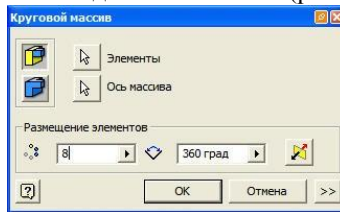

Рисунок 4.6 – Диалоговое окно **Круговой массив**
- Выберите из инструментальной палитры команду  **Круговой массив**, при этом появится диалоговое окно (рис. 4.6).